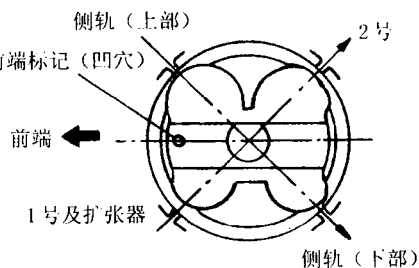

图2-10 活塞环开口位置
①用活塞销拆装座,在手动压力机上将活塞销压入连杆小头孔中。压时,将长棒放在下面座孔内引导活塞销下移,以免压偏活塞销,而将短棒作为压头,直压到活塞销中线与连杆中线相重合。装好后,活塞、连杆上的朝前记号应在同一侧。
②装活塞环时,应用活塞环钳安装气环,气环上的记号朝上,且第一、二道不能相互错位。组成油环的刮油片、衬环等,相互位置无特殊要求。
③当把活塞连杆组装入气缸时,第一道气环的开口位置应朝向发动机前端;第二道气环及油环衬环的开口与其相隔 120° (图2-10);油环刮油片的开口分布在衬环开口的两边,且各相隔 90° 。要使用活塞环箍箍住活塞环后,才能将活塞装入气缸。活塞、连杆上的朝前记号应指向发动机前端。